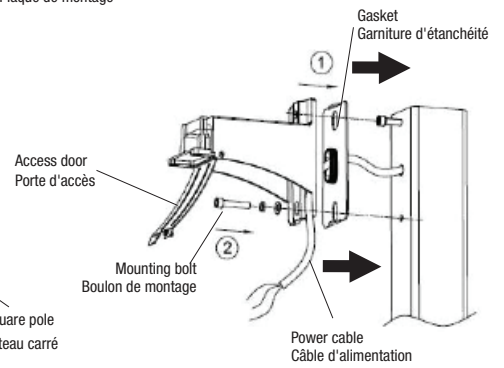

Fig. 3C
3. Installer le bras de montage directement sur un poteau rond ou carré en utilisant les boulons, la garniture d'étanchéité et la plaque de montage comme montré sur les Fig. 3 B et Fig. 3C.
4. Ouvrir la porte d'accès du compartiment de câblage du bras à angle droit en dévissant la vis (Fig. 3C).